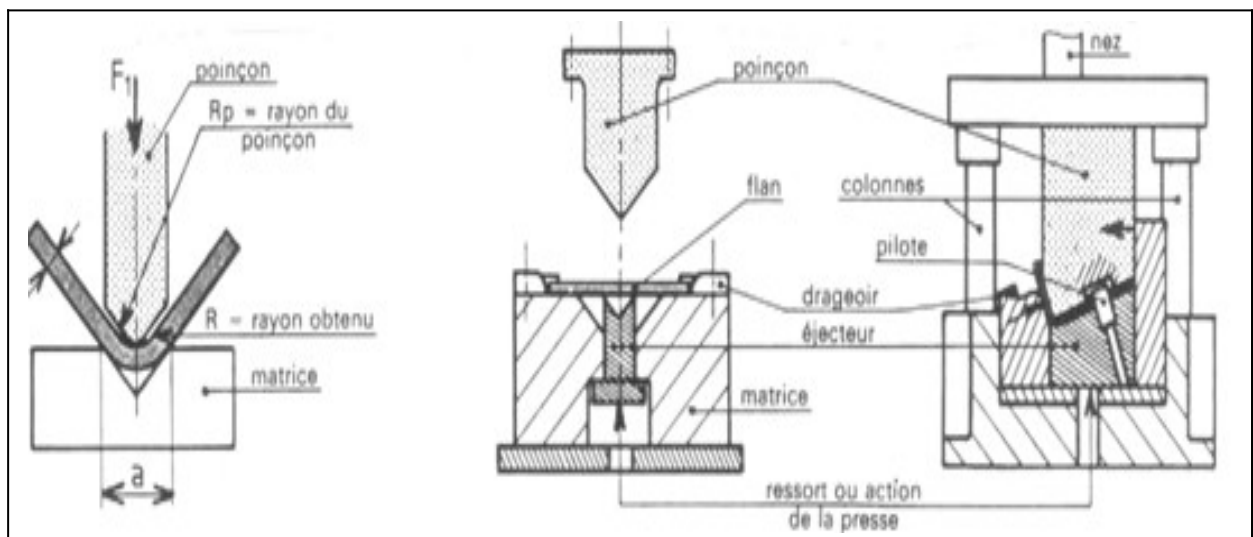

Fig.2.7 : Outillages des différentes Techniques de pliage
a) Principe : Sur une portion de tôle appelée **flan** on exerce à l'aide d'un outil de forme variée un effort sur une pièce reposant sur quelques appuis. Cet effort déforme le flan dans le domaine plastique (Fig2.7).